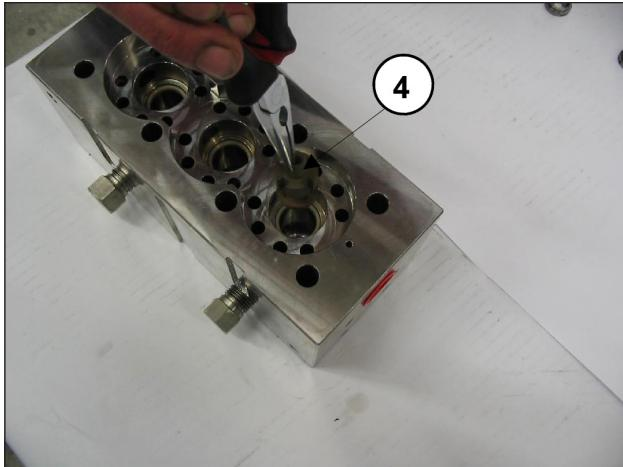
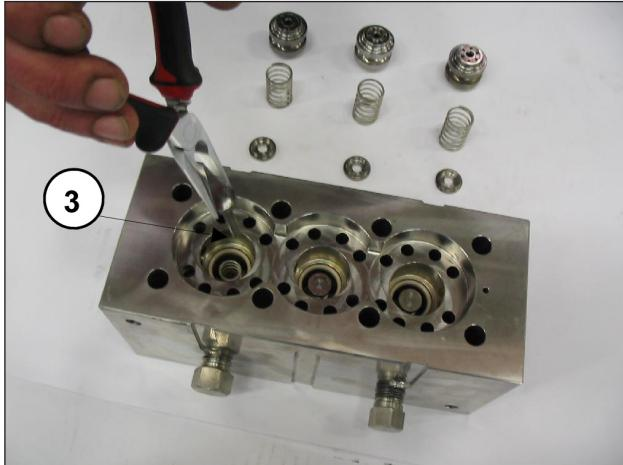

Fig. 44
Fig. 45
- Estrarre i piattelli di mandata ③ e le rispettive guide ④ con relative molle, come indicato in Fig. 44 e Fig. 45, controllare il loro stato di usura, eseguire se necessario eventuali sostituzioni, e comunque negli intervalli indicati nella tabella "MANUTENZIONE PREVENTIVA" di capitolo 11 del *Manuale uso e manutenzione*.